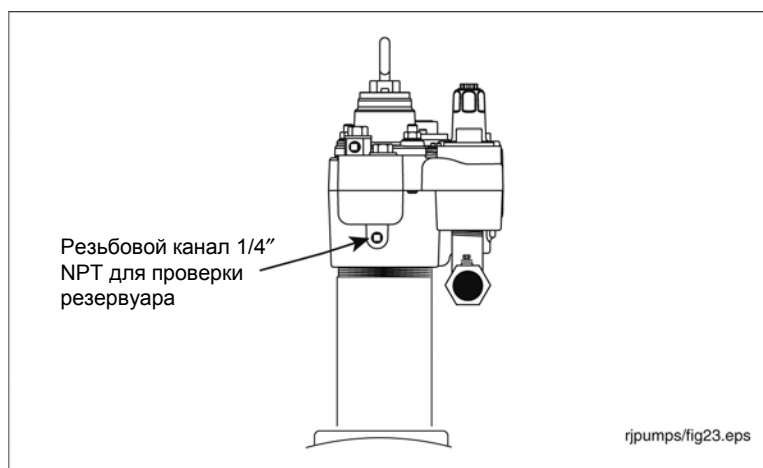

Рисунок 25. Находящийся на манифольде канал для проверки резервуара
2. Выверните и отложите резьбовую заглушку 1/4" NPT для канала проверки резервуара и присоедините соответствующее контрольное оборудование (см. рисунок 25).